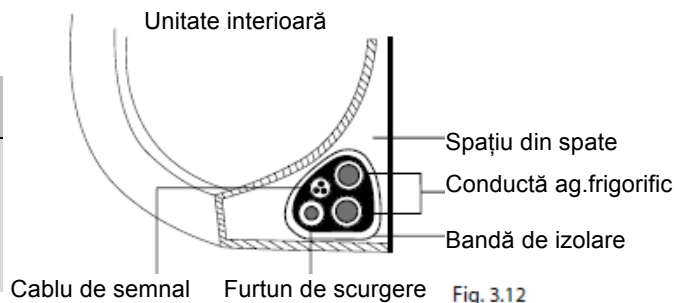

Fig. 3.12
3. Utilizând bandă izolatoare, înfășurați strâns cablul de semnal, conductele de agent frigorific și furtunul de scurgere. Verificați de două ori ca toate acestea să fie strânse conform cu Fig. 3.12.